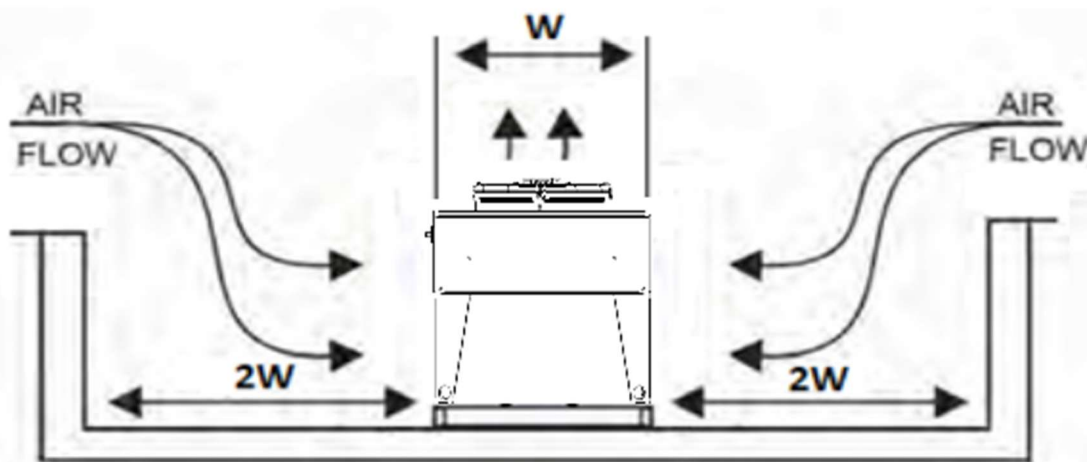

Fig. L-1
- **L'installation d'équipements dans une fosse** (entourée de tous côtés par des murs, des structures, etc. – voir Fig. L-1) doit être évitée autant que possible. Si une telle installation est inévitable :